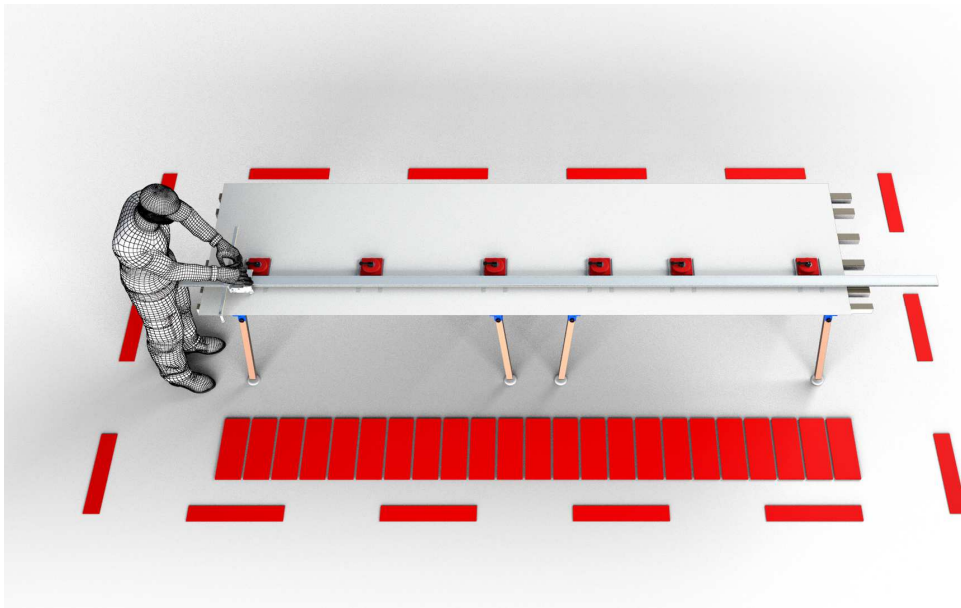
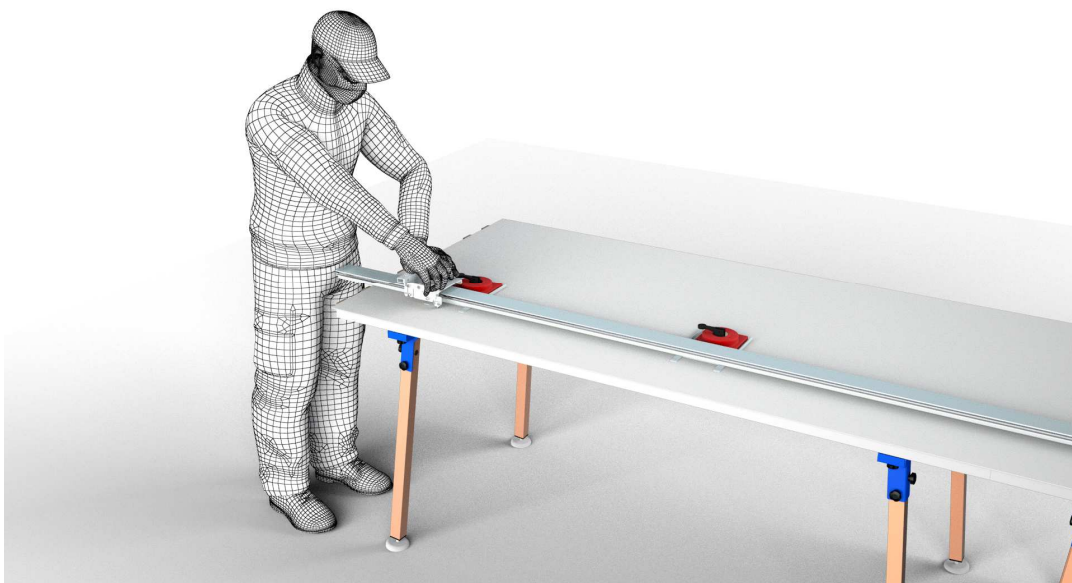

Fig. 6.1 Zona di lavoro dell'operatore.
Fig. 6.3 Funzione della macchina.
La macchina deve essere collocata in un apposito spazio che consenta all'operatore libertà di movimento durante il suo utilizzo. In tal senso viene considerata idonea una posizione che prevede una zona di spazio circostante libero pari ad almeno un metro da ognuno dei 4 lati del macchinario. Durante l'utilizzo, l'operatore dovrà spostarsi lungo la guida (vedi fig.6.1), impugnando con una mano il pomello del taglierino e appoggiando l'altra mano sopra al carrello (vedi fig.6.3).
9. Effettuare il taglio in modo veloce e costante premendo con una mano sul pomello e l'altra sul carrello come indicato in fig.6.3.